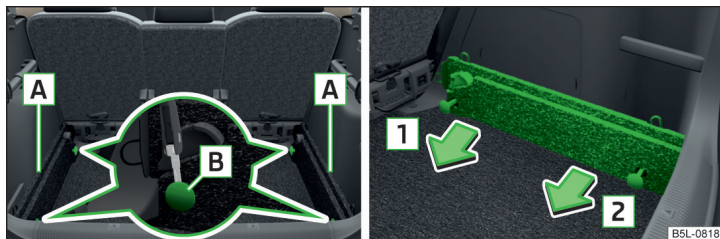

Fig. 113 Eliberarea punctelor de asigurare/Scoaterea șinelor
- Slăbiți punctele de asigurare [B] » fig. 113 ale șinelor portante, cu cheia, respectiv cu o șurubelniță plată.
- Pe fiecare șină, apăsați ambele puncte de asigurare [B] » fig. 113, până la limită.